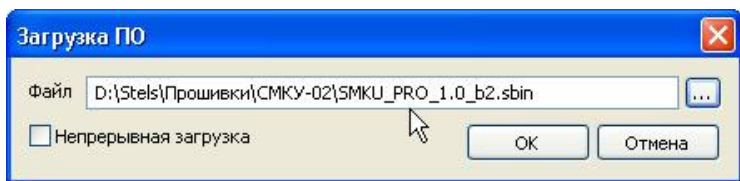
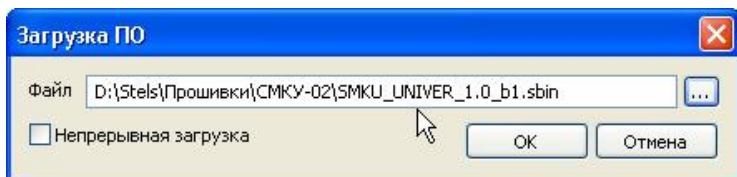

Рис.25 – Запись ПО для серии *Профессионал*
Рис.26 – Запись ПО для серии *Универсал*
**Внимание!** Для работы модуля с контроллерами серии *Профессионал*, необходимо выбрать прошивку *SMKU\_PRO* (рис.25). Для работы модуля с контроллерами серии *Универсал*, необходимо выбрать прошивку *SMKU\_UNIVER* (рис.26).